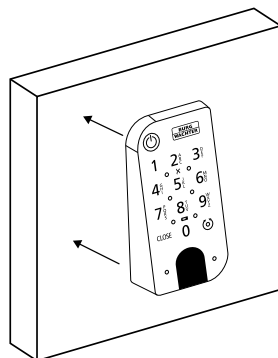

Fig. 8
- 3 Adhiera el teclado a la pared en la posición deseada (Fig. 8).